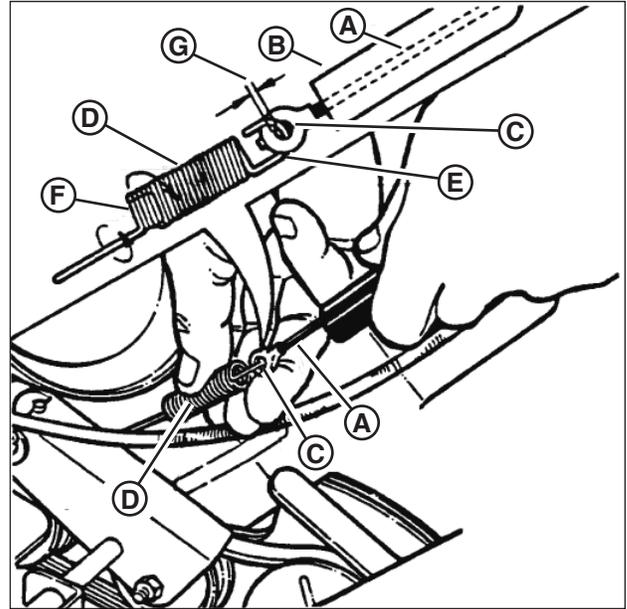

Figure 22: Réglages de la commande d'entraînement de roue
1. La commande d'entraînement de roue est bien réglée lorsqu'un dégagement de 1/16 po (1,58 mm) à 1/8 po (3,18 mm) (G, Figure 22) existe (entre l'intérieur du crochet à ressort (E) et l'intérieur de l'œil du câble d'embrayage (C) avec la commande d'entraînement de roue relâchée.